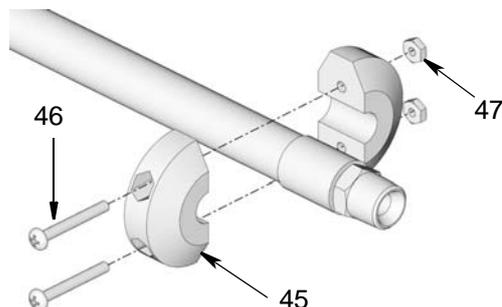

FIG. 18
(FIG. 18).
4. Retire la válvula de suministro, tuercas (47), tornillos (46) y tope de bola (45) del extremo de la manguera (FIG. 18). Tape el extremo de manguera (de ser necesario) para evitar derrames de fluido.